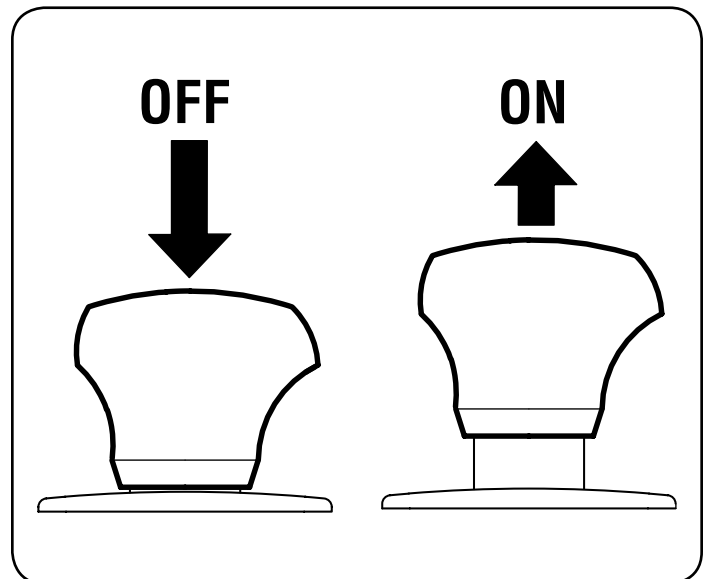

Figura 15
2. Tire de la perilla de la PTO/enganche de cuchilla hacia afuera hasta la posición ON (conectada). Vea la Figura 15.